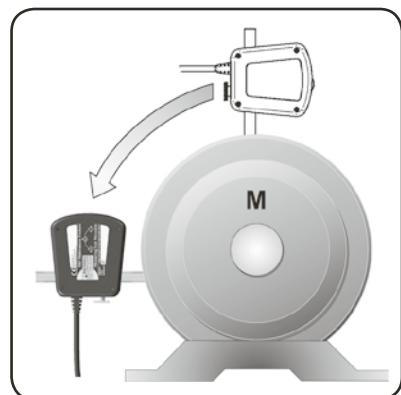

Fig. 17. Ajustar para a posição de 9 horas
- Ajuste as unidades de medição para a posição de 9 horas com a ajuda dos níveis de bolha (fig. 17).